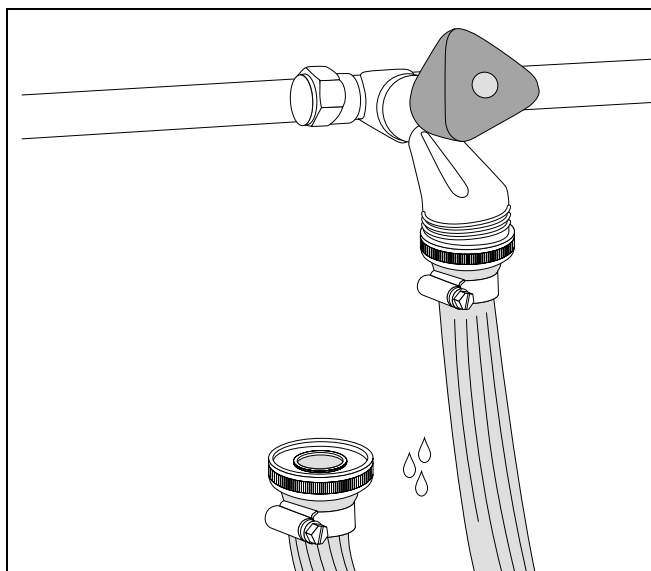

Рис. 10 Наполнение шланга
- Подсоединить шланг к подключению для воды и наполнить водой (рис. 10).